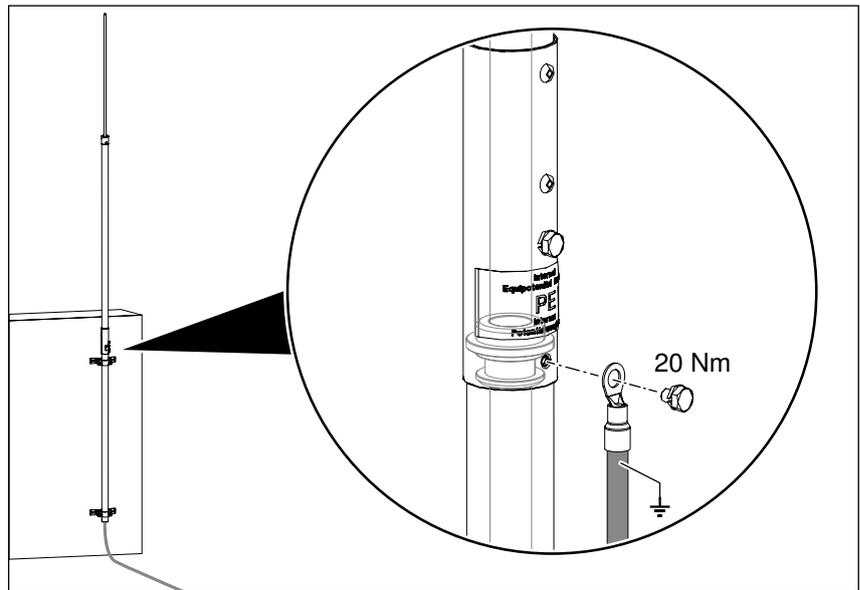

Abb. 54: Potentialanschluss über Kabelschuh mit Fangmast verbinden
- Die untere Schraube wie in Abb. 54 gezeigt lösen.